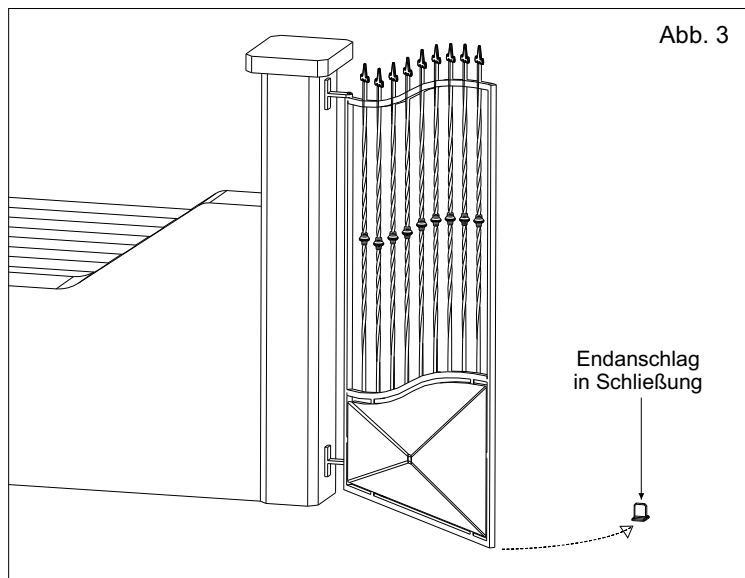

Abb. 3
- E.** Bei Flügelängen über 1,8 m und über 150 Kg Gewicht, wird empfohlen einen mechanischen Anschlag in Schließung auf dem Boden anzubringen (Abb. 3).